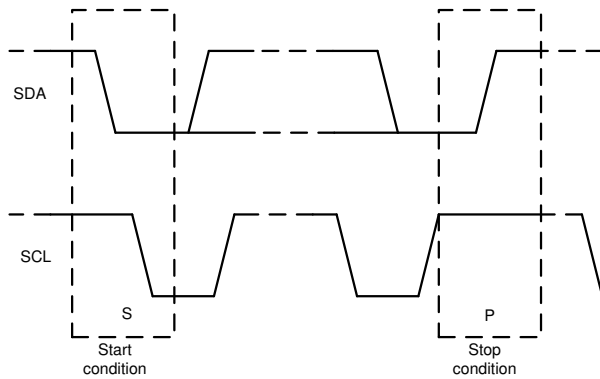

图 7-11. 启动和停止条件
1. 控制器通过产生启动条件来启动数据传输。图 7-11 显示，启动条件是当 SCL 为高电平时在 SDA 线上发生从高到低的转换。所有与 I2C 兼容的器件都会识别启动条件。
4. 图 7-11 显示，为指示数据传输结束，控制器通过在 SCL 线处于高电平期间将 SDA 线从低电平拉至高电平来产生停止条件。此操作将释放总线并停止与寻址的目标器件之间的通信链路。所有与 I2C 兼容的器件都会识别停止条件。在收到停止条件后，将释放总线，然后所有目标器件等待启动条件，接着是匹配的地址。